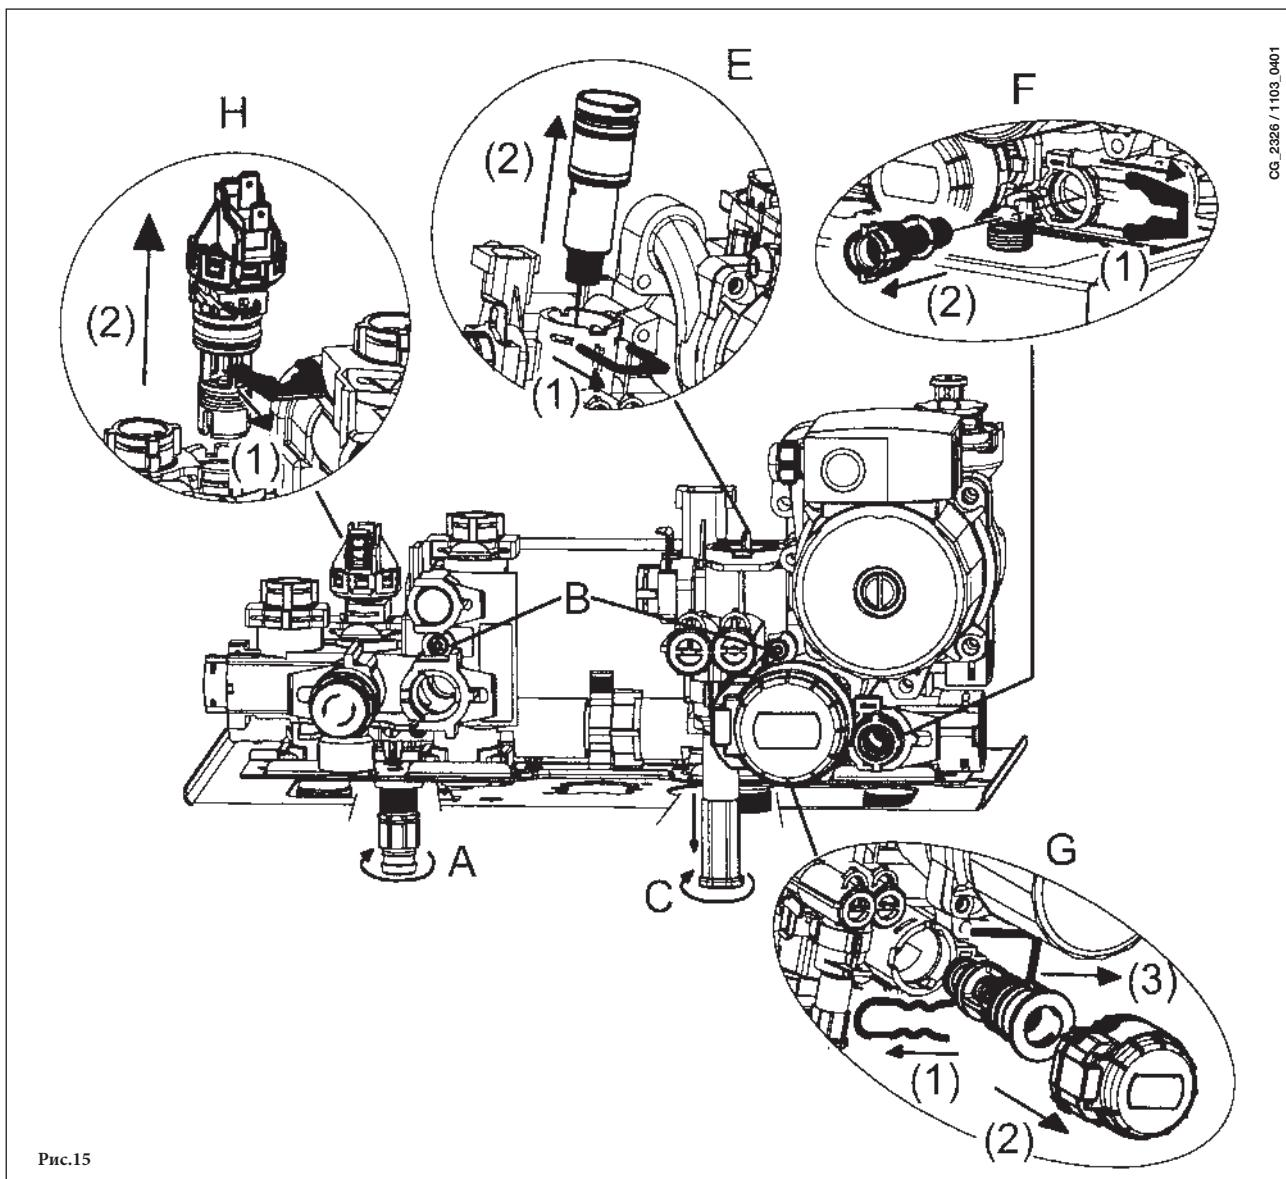

Рис.15
Фильтр на входе холодной воды системы ГВС и фильтр на обратке системы отопления располагаются внутри специальных съемных картриджей. Картридж с фильтром системы отопления располагается на возврате из системы (рис.15 F). Для очистки фильтров действовать следующим образом:
- слить воду из системы отопления, открыв кран А (рис.15);
- для того, чтобы вынуть картридж с фильтром системы отопления, необходимо вначале снять мотор трехходового клапана (1-2G – рис.15);
- Снять зажим 1E (рис.15);
- Снять фильтр (2E рис.15).
- отвинтите два винта (прямо перед вами), крепящие теплообменник ГВС, и выньте его (рис.15 B).